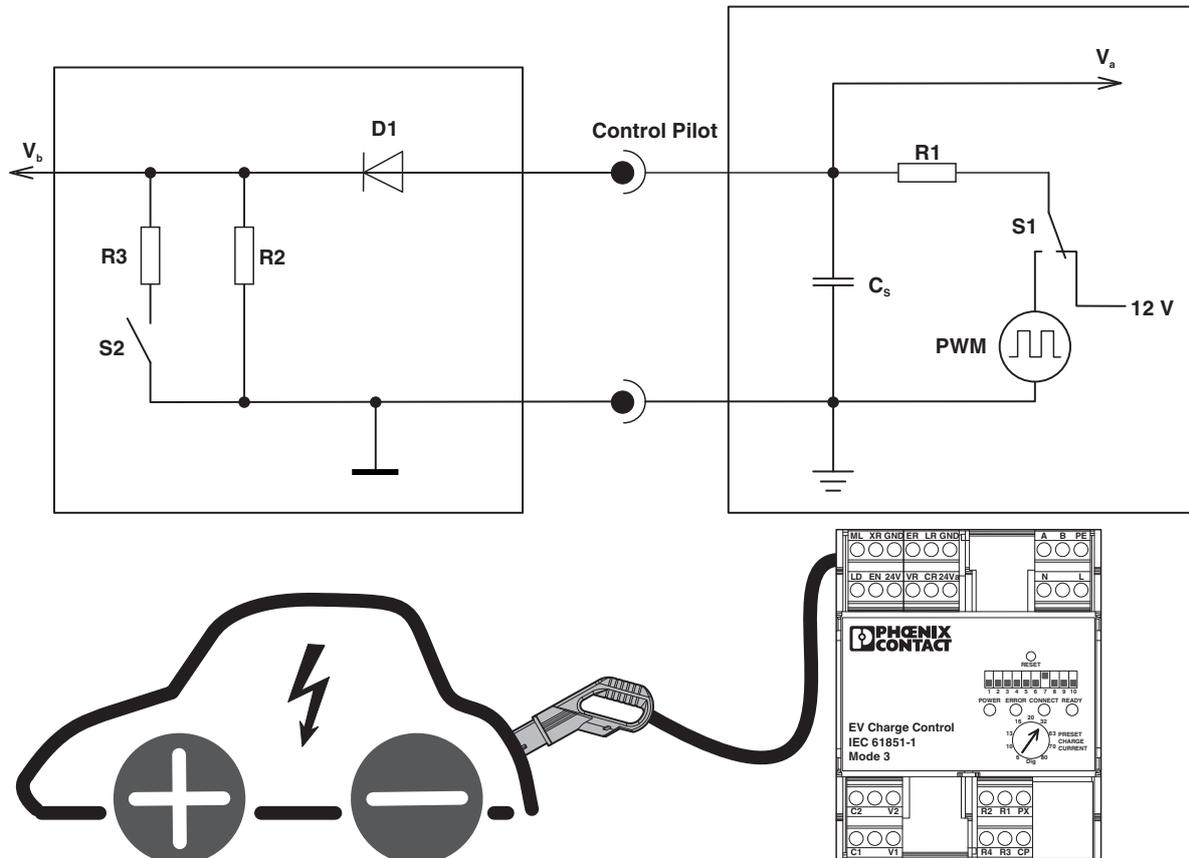

Bild 4-2 Beschaltung Control Pilot
- 1 Schalter S2 (siehe Bild 4-2 auf Seite 22)
Im Simplified Mode wird der Zwischenstatus B übersprungen. Die zulässige Ladestromhöhe wird auf 10 A begrenzt. Der Widerstandswert R_e entspricht der Parallelschaltung der Widerstände $R2$ und $R3$ aus dem Bild 4-2. Auch im Simplified Mode kann der Status C oder D erreicht werden.